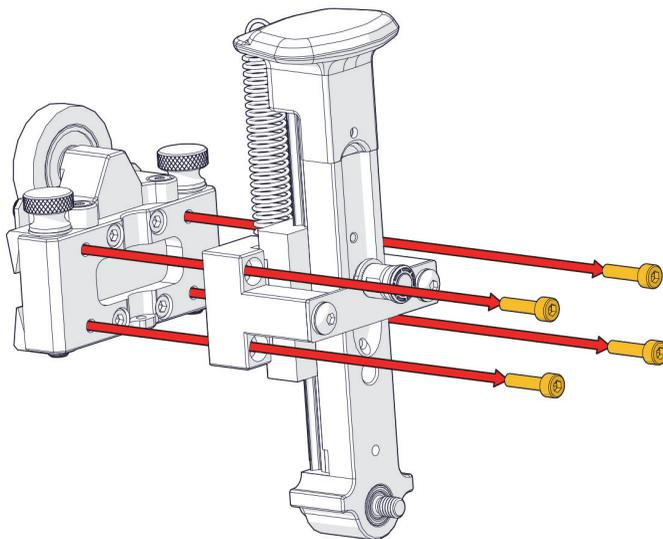

图1-59 拆下弹簧臂 (SLA)
1. 使用M3六角螺丝刀拆下4个安装螺钉（参见第67页的图1-59）。